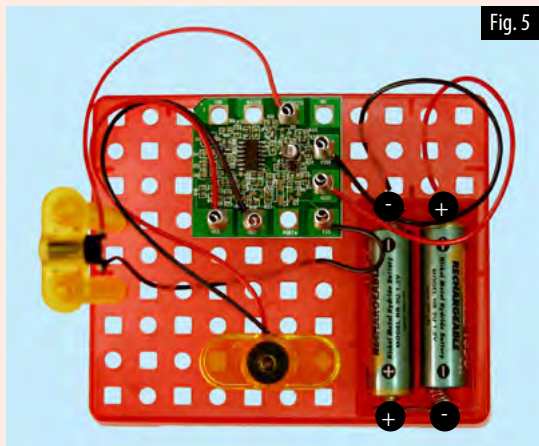

Fig. 5
4. Nu er bevægelsessensoren klar. Isæt to AA-batterier i batterirummet og vær opmærksom på polanvisningerne – som vist i Fig. 5.